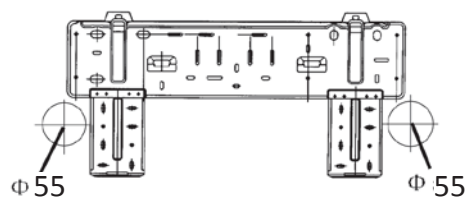

Fig. 1
1. Fare il foro per il tubo ( $\varnothing 50$ ) nel muro in modo da dargli una leggera inclinazione verso parte esterna. (vedi fig. 1)